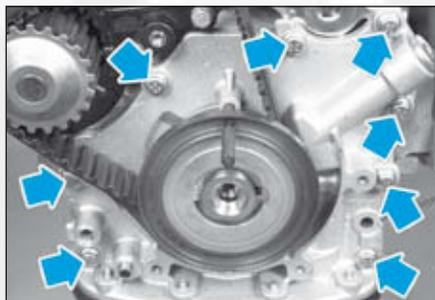

FIG.12
- les huit vis de la pompe à huile en bout de vilebrequin (Fig.12),